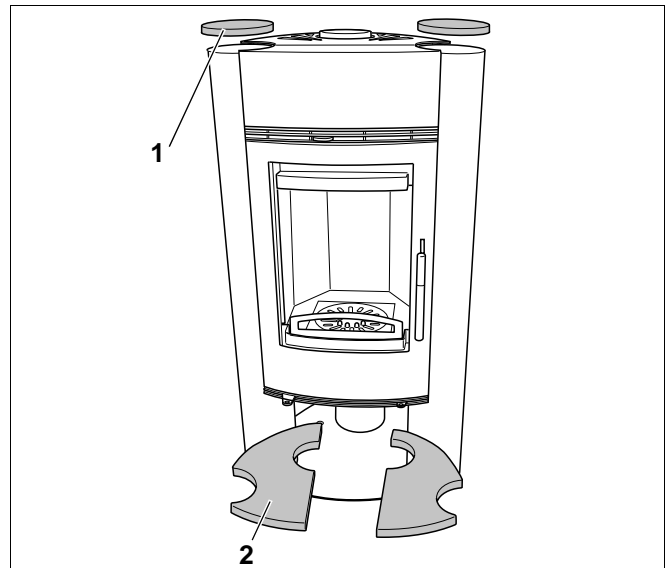

Abb. 15 Seitenkacheln und Holzlagerfachkacheln einlegen
- Die 2 runden Seitenkacheln links und rechts in die 2 Säulen einlegen (Abb. 15, **Pos. 1**).
- Die 2 Holzlagerfachkacheln in die Einkerbungen des Holzlagerfaches einlegen (Abb. 15, **Pos. 2**).